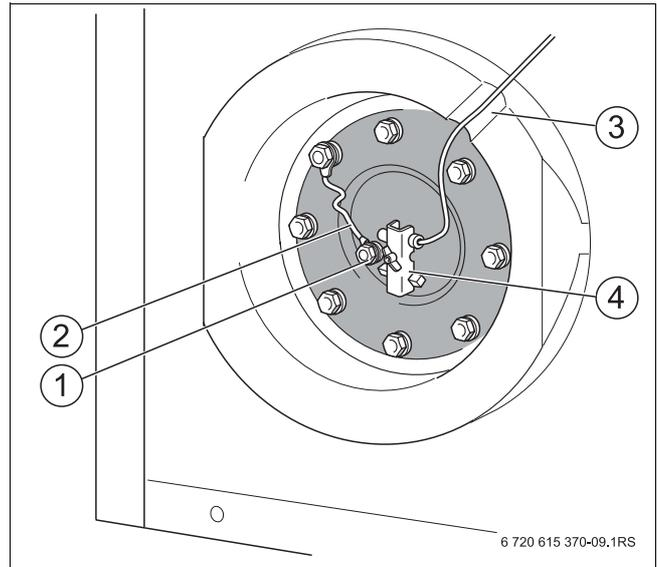

Fig. 10 Collegamenti alle aperture d'ispezione
- Inserire il cavo della sonda nell'incavo dell'isolamento termico (→ fig. 10, [3]) e condurlo fino al coperchio d'ispezione.
- Montare la sonda termica nell'apposita sede nel modo consentito dalla forma geometrica o dal diametro (→ fig. 10, [4]).